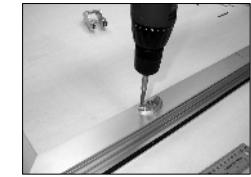

Fig. 5
- E. Perfore con una punta de taladro apropiada y monte el estribo delantero asegurándose de apretar bien los tornillos (Fig. 5 y Fig. 5bis).
Fig. 5 bis